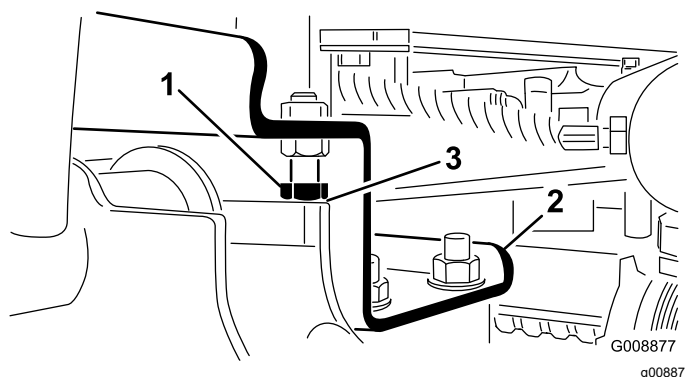

Figura 26
- A. Solte os parafusos de bloqueio e ajuste o cilindro até obter a folga (Figura 26).
2. Certifique-se de que a folga entre cada braço de elevação e pino de bloqueio é de 0,13 a 1,02 mm (Figura 26).